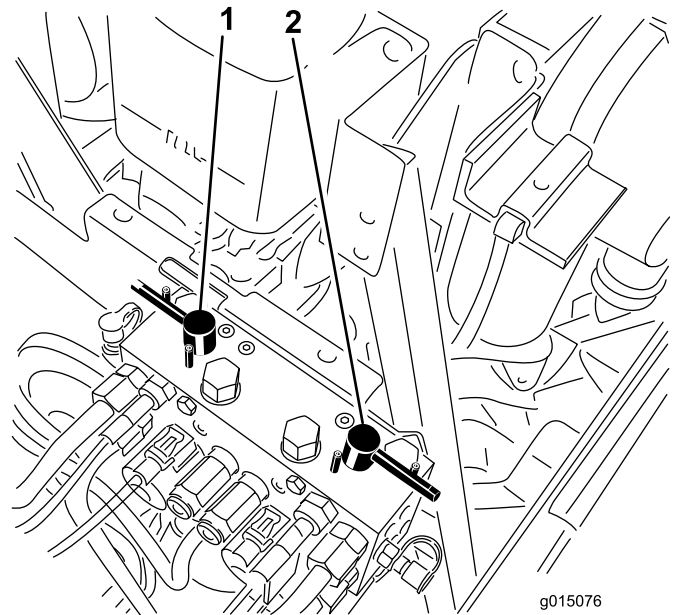

図 85
- バックラップレバーで、前のカッティングユニット又は後ろのカッティングユニット、あるいは両方を選択する **図 85**。